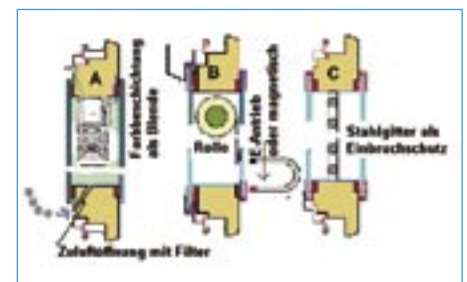

Bild 4: Bei einem großen Abstand zwischen den Scheiben können hier Jalousien, Rollos aber auch Einbruchschutz-Gitter (rechts) eingebaut werden
Wie Bild 4 zeigt, erlaubt ein großer SZR bei diesem System den Einbau von Jalousetten (A), Rollos (B) oder Gittern für Einbruchschutz (C). Durch die vorgezogene und über das Fensterprofil gelegte Glasscheibe ergibt sich ein hervorragender Witterungsschutz für das Rahmenprofil, gleichzeitig sind die Einbauteile keiner Windlast ausgesetzt.